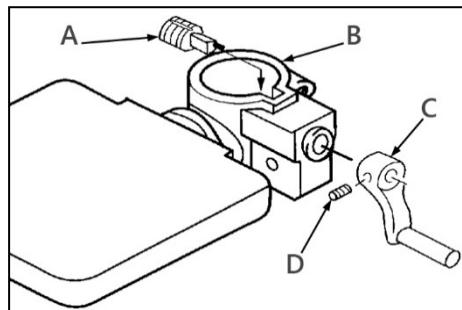
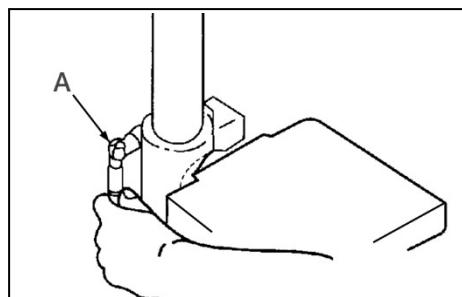

Рисунок 5.
Рисунок 7.
Вставьте вал червячной передачи (А) (рис. 5) в кронштейн стола (В) в отверстие до упора. Наденьте рукоятку (С) на вал (А) и закрепите ее с помощью установочного винта (D).
Установите рукоятку (A) фиксации рабочего стола (рис. 7).
Для перемещения стола вверх – ослабьте рукоятку фиксации и вращайте рукоятку (C) (рис. 5) по часовой стрелке, для перемещения стола вниз – вращайте рукоятку против часовой стрелки. После установки нужного положения затяните рукоятку-фиксатор (A) (рис. 7).